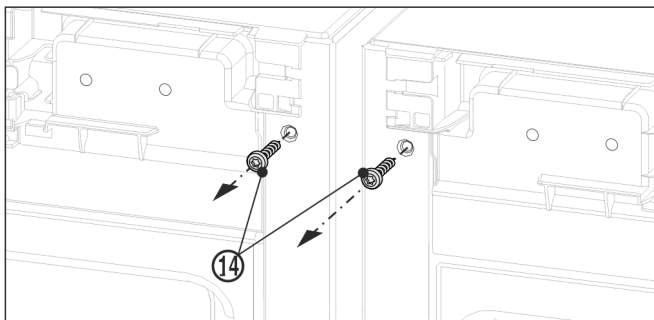

Fig. 11
- ▶ A felső rögzítővas felszerelése előtt tekerje ki mindkét földelőcsavart Fig. 11 (14).